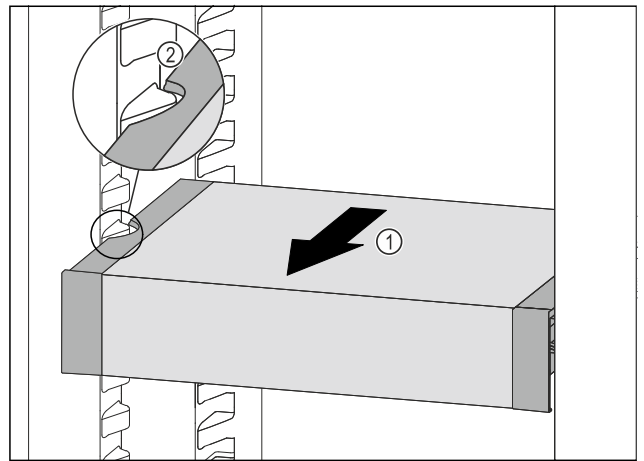

Fig. 209
- Tirare VarioSafe in avanti Fig. 209 (1) fino a quando le cavità laterali di VarioSafe non si trovano al livello della nervatura del contenitore nel vano frigorifero. Fig. 209 (2)